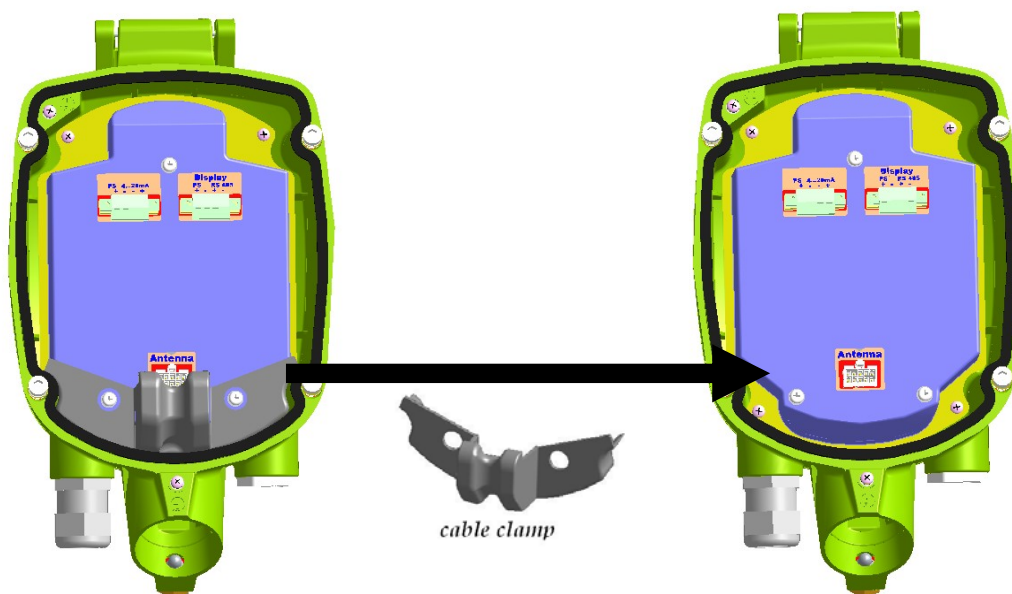

Рисунок 12 Удалите кабельный фиксатор
7. Удалите кабельный фиксатор («cable clamp») (см. Рисунок 12).